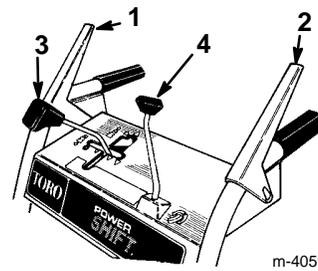

Abbildung 12
- **Betätigungshebel für Spindel-/Gebläseantrieb** (Abb. 12)—Um Spindel und Gebläse zu aktivieren, den Hebel gegen den rechten Handgriff drücken. Zur Deaktivierung den Hebel loslassen.
- **Antriebskupplungshebel** (Abb. 12)—Zur Betätigung des Antriebs (Radantrieb) den Hebel gegen den linken Griff drücken. Zum Auskuppeln den Hebel loslassen.
- **Schalthebel** (Abb. 12)—Die Schaltung hat eine Neutralposition, vier Vorwärtsgänge und zwei Rückwärtsgänge. Sie regelt außerdem die Power Shift-Vorrichtung der Räder. Um einen bestimmten Gang einzulegen, den Schalthebel auf die gewünschte Position stellen.
- **Kurbel zum Verstellen der Position des Auswurfkanals** (Abb. 12)—Die Kurbel im Uhrzeigersinn drehen, um den Auswurfkanal nach rechts zu bewegen, und gegen den Uhrzeigersinn, um den Kanal nach links zu bewegen.
1. Den Schalthebel auf Position N (Neutral) und den Gashebel (Abb. 12) auf schnelle Position stellen.
1. Den Gasregler auf langsame Position stellen und den Zündschlüssel abziehen (Abb. 12).